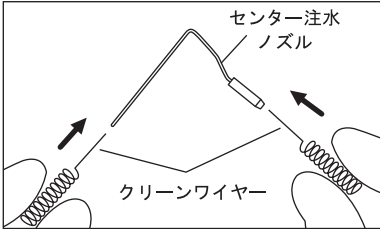

図21
- 付属のクリーンワイヤーでセンター注水ノズルおよび注水ノズル内部を清掃してください。（図21、22）